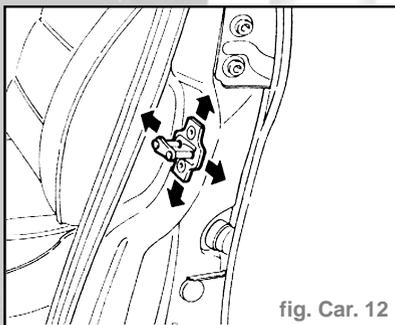

fig. Car. 12
- Desserrer les vis fixant le pêne, régler ensuite sa position (fig. Car. 12).